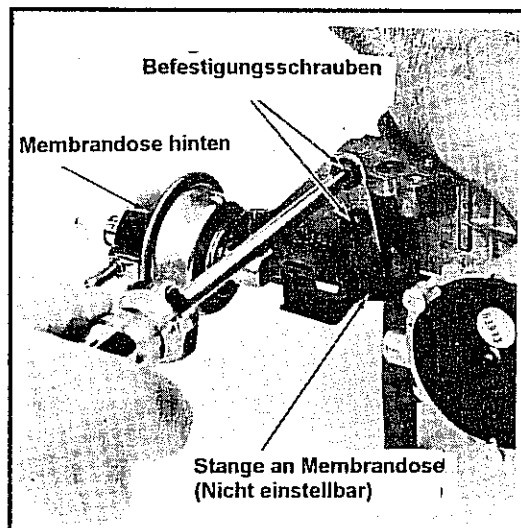

Abb. 2-97 Membrandose hinten, alle Quadrajet-Vergaser-
13. Die Halterung der Stahlkugel im Rückschlagventil der Beschleunigungspumpe an der Ausgangsseite entfernen. Das Schwimmerkammergehäuse umdrehen und die Stahlkugel auffangen. Siehe Abb. 2-97.